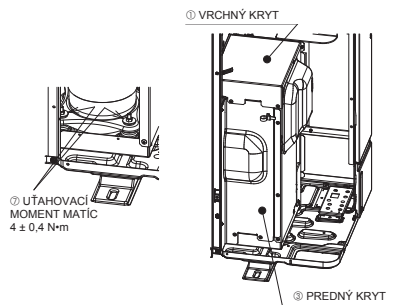

Fig. 4-2
- Po odstránení fixačných prvkov kompresora nezabudnite dotiahnuť matice a vrátiť VRCHNÝ KRYT a PREDNÝ KRYT späť na miesto. (Fig. 4-2)